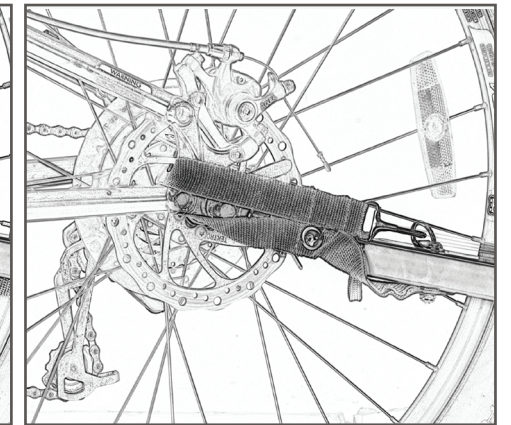

図28
3. 安全ストラップをフレームのチェーンステイに通し、ブレーキ等に干渉しないよう注意してください。可動コンポーネントD リングを牽引アームに固定します(図28)。